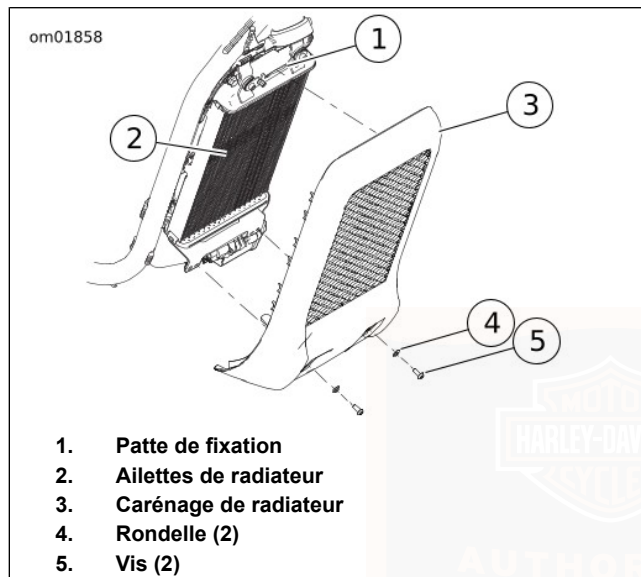

Figure 39. Carénage de radiateur
1. Voir Figure 39. Déposer les vis (5) et les rondelles (4).
2. Déposer le carénage de radiateur (3) de la patte de fixation (1).